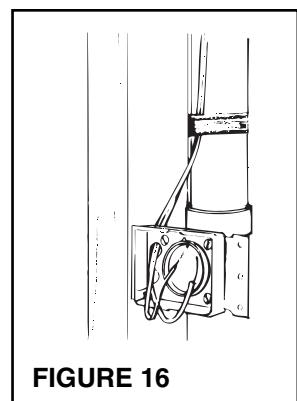

FIGURE 16
14. Voir la figure 16. Attachez le câblage avec du scotch pour le maintenir en place et faites-le passer par le trou du support de prise.